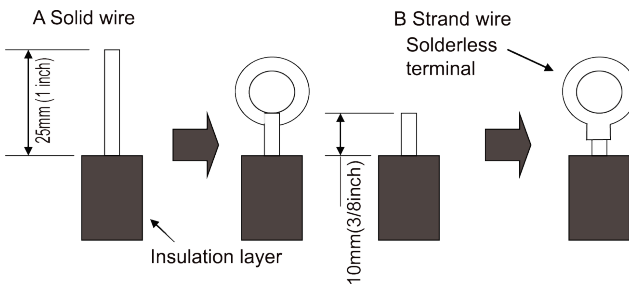

Fig. 4.37
(1). For solid core wiring (Fig. 4.37)
(2). For strand wiring (Fig. 4.37)